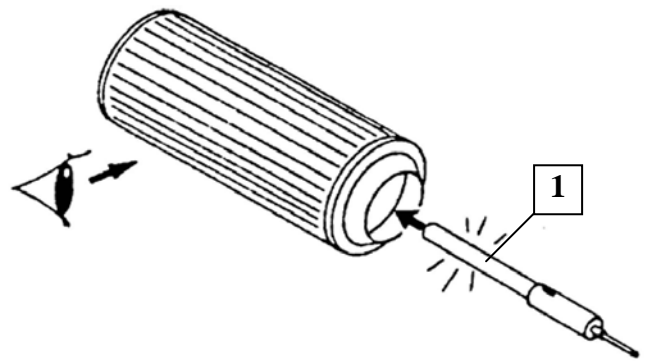

Fig. 7 Controllo visivo dell'elemento filtrante principale
Controllare ogni piega del soffietto di carta con l'ausilio di una torcia adatta (1) se presenta fessure o fori (vedi Fig. 7). Poiché siano visibili anche i danni più piccoli, il controllo non dovrebbe essere fatto in piena luce del sole, ma ad es. in un locale oscurato.